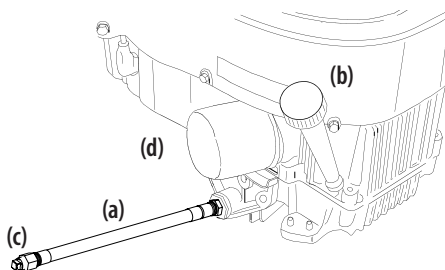

Figura 35
- Ubique la manguera de drenaje de aceite (a) en el costado del motor. Consulte la Figura 35.
- Para recoger el aceite usado, coloque un recipiente adecuado para recolectar el aceite, con al menos una capacidad de 2.5 cuartos (2.37 litros), debajo de la abertura del tubo de drenaje de aceite. Retire el tapón de llenado de aceite/la varilla de nivel de aceite (b) del tubo de llenado. Consulte la Figura 35.
- Mientras sostiene el extremo libre de la manguera de drenaje de aceite sobre el recipiente de recolección de aceite, desenrosque el tapón con cabeza cuadrada de la manguera (c) del extremo de la manguera de drenaje de aceite. Consulte la Figura 35. Drene el aceite del motor dentro del recipiente recolector.